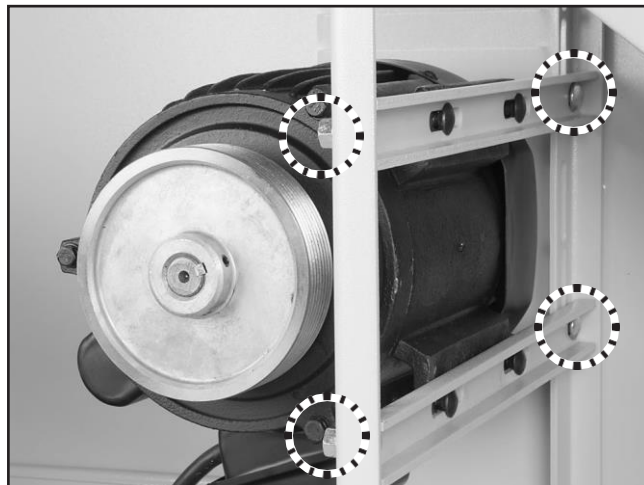

Рис. 19 Болты каретки для крепления двигателя.
22. Ослабьте болты каретки, крепящие монтажные кронштейны двигателя (см. рис. 19), дайте двигателю соскользнуть вниз до натяжения клинового ремня, затем снова затяните болты каретки.